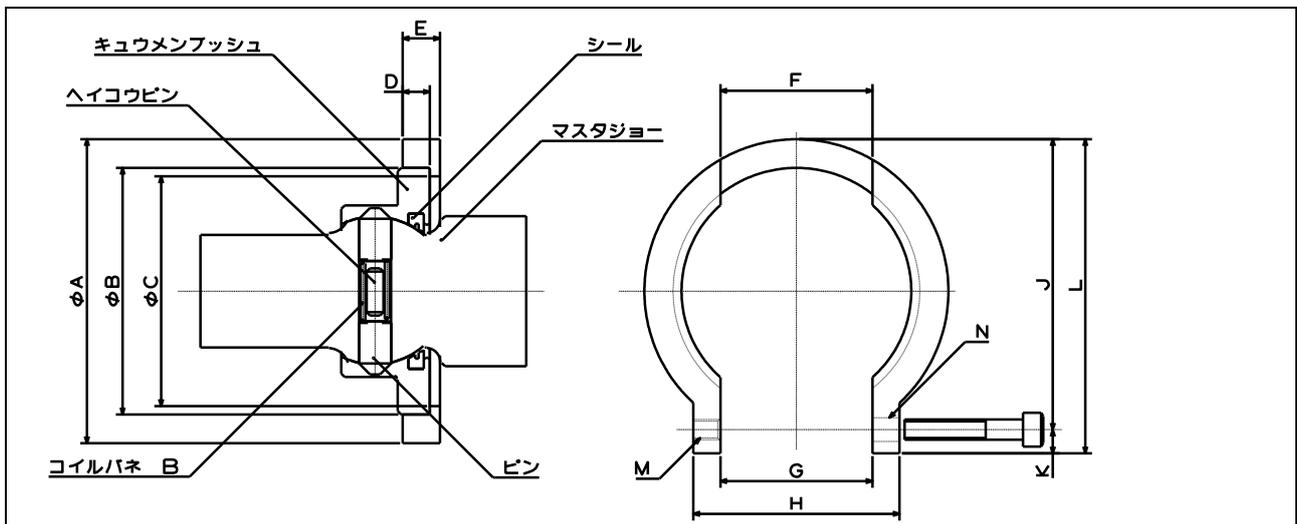

図6-1 球面ブッシュ取付治具
- ・ 作業には図 6-1 の球面ブッシュ取付治具およびスリーボンド社製液状ガスケット 1212 が必要です。あらかじめご用意ください。
- ① 球面ブッシュ分割面の古い液状ガスケットを取り除き、水分・汚れ等を拭き取った後、スリーボンド社製液状ガスケット 1212 を塗布します。
- ② マスタージョー【9】に平行ピン【35】、コイルバネ【17】、ピン【16】を組込み球面ブッシュ【10】にシール【18】をはめ、球面ブッシュを両側から合わせる様にセットして下さい。この時、球面ブッシュの下部をつかみピンを両側から押し込みながら、球面ブッシュの割れ目がぴったり一致するまでバイスを締めて下さい。ここで2・3回バイスをゆるめたり締めたりして下さい。
- ③ バイスで固定した状態で、球面ブッシュ取付け治具を、図 6-1 のように、はめ込み、治具をボルトで締付けて下さい。これでバイスからはずしてもマスタージョウに球面ブッシュがセットされた状態で維持できます。
- ④ ベアリング【13】を組み込んだプランジャ【5】をボデー【1】にセットして下さい。本体との位置関係に注意して下さい。